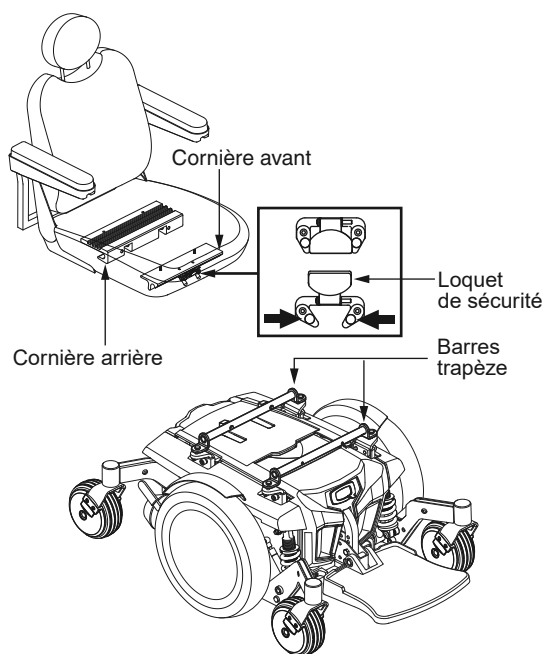

Figure 6. Système de montage universel et siège Contour
Il se peut que vous ayez à installer le siège avant la première utilisation ou après avoir transporté votre fauteuil motorisé. La plupart des sièges sont fixés à la base à l'aide du « Système de Montage Universel » (SMU). Le système de montage universel (SMU) est composé de pièces compatibles au siège sans égard à la largeur ou à la profondeur du siège. Les deux pièces principales sont des cornières d'aluminium montées sur la base du siège. Celles-ci se fixent sur la paire de barres trapèze fixées sur la base motorisée. Voir la figure 6.
1. Inclinez le siège vers l'arrière et glissez la cornière arrière sur la barre trapèze arrière. Voir la figure 6.
4. Bascule le loquet du siège vers le haut. **Voir la figure 6.**